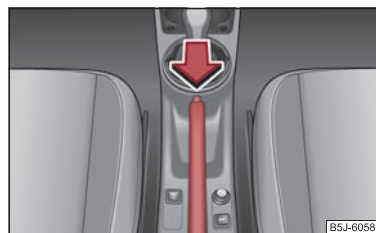

Abb. 94 Mittelkonsole: Handbremse
- Ziehen Sie den Handbremshebel etwas hoch und drücken Sie **gleichzeitig** den Sperrknopf ⇒ Abb. 94 hinein.